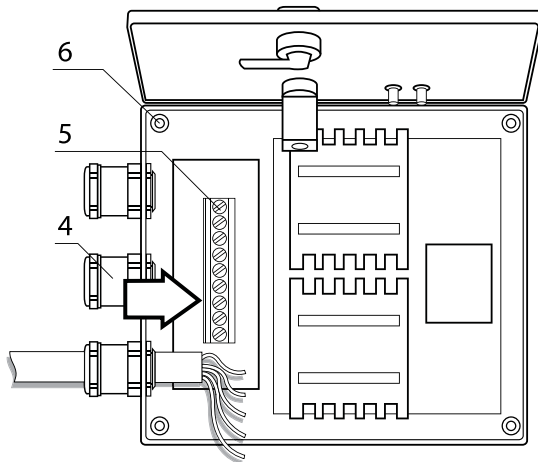
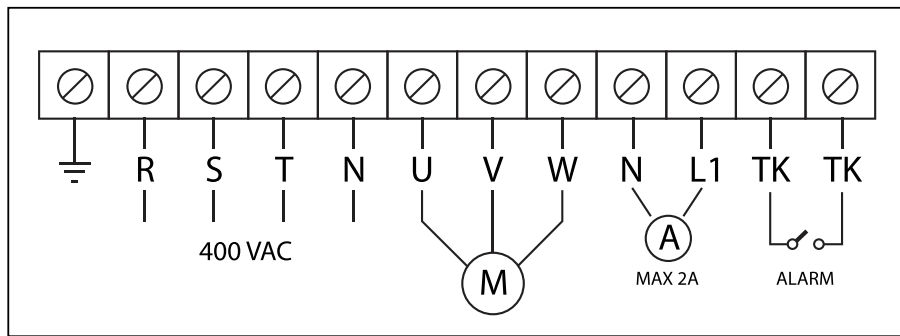

Abb. 3
Abb. 4 Anschlussschema
Der Regler verfügt über fünf Lüftungsstufen, die durch Drehen des Drehknopfs 1 auf eine der fünf festen Positionen oder «**0**» eingestellt werden können. Der Regler verfügt über **TK**-Klemmen (siehe Abb. 4) zum Anschluss des im Ventilatormotor eingebauten Thermokontakts. Bei Betätigung des Thermokontakts wird die Spannungsversorgung des Ventilatormotors unterbrochen und die Signallampe 3 schaltet sich ein, die den Betrieb des Reglers im Notbetrieb anzeigt. Der Regler hat auch Klemmen **L1, N** (230 VAC/**max. 2 A**) zum Anschließen externer Geräte (z. B. elektrische Antriebe für Luftklappen). Wenn der Drehknopf in die Position «**0**» gedreht wird, werden die Klemmen und der Ventilatormotor nicht mit Spannung versorgt.
- Führen Sie die elektrischen Anschlüsse gemäß Anschlusschema durch (**siehe Abb. 4**). Die externen elektrischen Leiter werden über die Schraubklemmen mit dem Gerät verbunden - **5 (siehe Abb. 3)**. Führen Sie die elektrischen Leiter durch die abgedichteten Kabeleingänge - **4 (siehe Abb. 3)**. Am externen Eingang (220 V/50 Hz) muss ein in das stationäre Stromversorgungsnetz eingebauter Schutzschalter installiert werden.